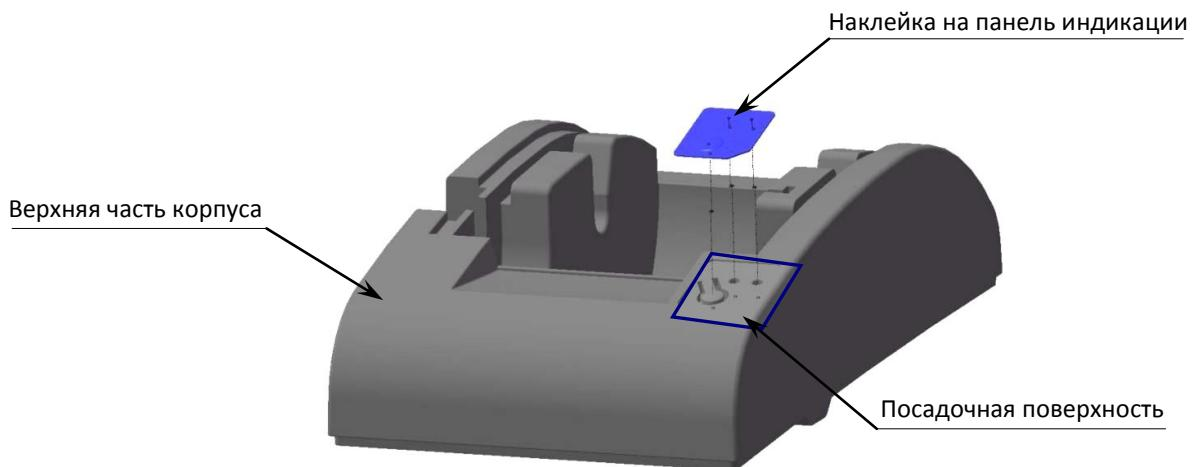

Рисунок 19. Посадочная поверхность верхней части корпуса
- 1) в первую очередь совместить наклейку и посадочную поверхность верхней части корпуса изделия в области **А** (смотрите рисунок 19);